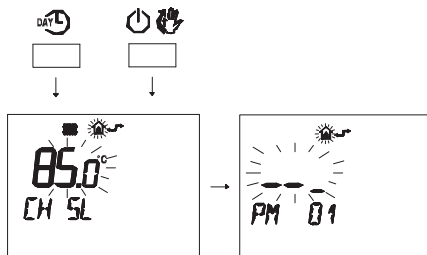

Рисунок 5.25
- Нажмите одновременно кнопки  и , чтобы войти в поле ввода настроек (Рисунок 5.25).